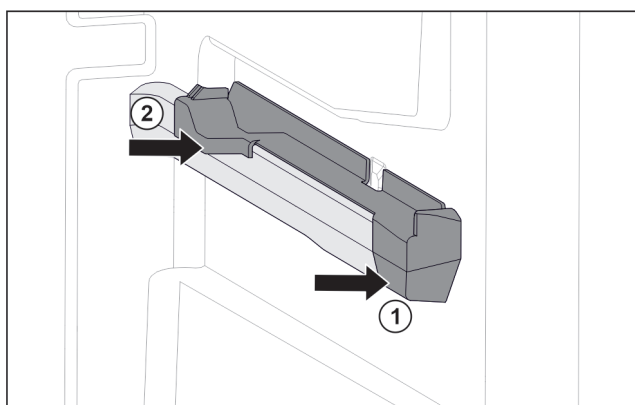

Fig. 85 Nasazovací díl na pravém žebrování na nádoby
- ▶ Nasadte nasazovací díl na žebrování na nádoby. Fig. 85 (1)
- ▶ Přitlačte nasazovací díl k zadní části. Fig. 85 (2)